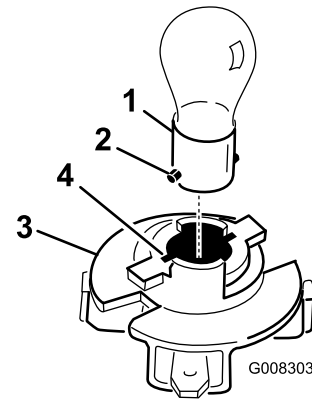

Figura 32
8. Empuje y gire la lámpara en el sentido contrario a las agujas del reloj hasta que haga tope (aprox. 1/4 de giro) y retírela del portalámparas (Figura 32).
1. Alinee los topes de la base de la lámpara con las ranuras del portalámparas e inserte la base en el portalámparas (Figura 32).